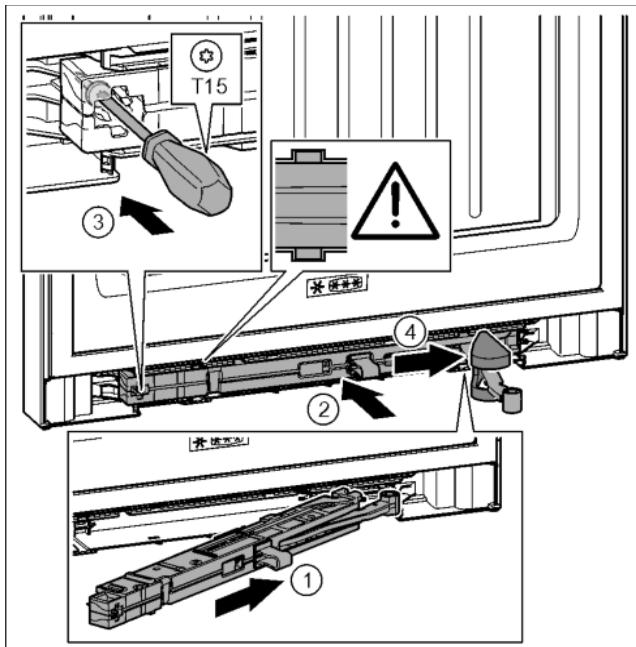

Fig. 45
- Вставить узел амортизатора со стороны опорного кронштейна в выемку до упора под наклоном. Fig. 45 (1)
- Полностью вставить узел амортизатора в выемку. Fig. 45 (2)
- Затянуть винт отверткой T15. Fig. 45 (3)
- Переместить крышку над шарниром. Fig. 45 (4)